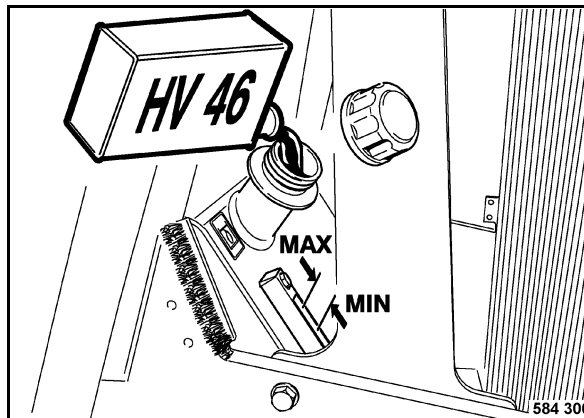

Fig. 205
- Retirar la tapa de llenado (Fig. 205).